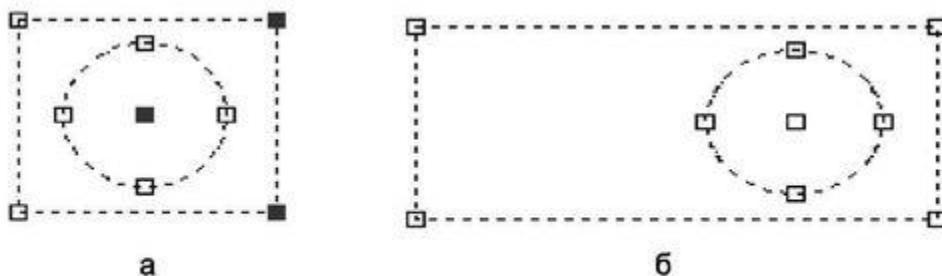

Рис. 8.60. Редактирование нескольких объектов с помощью ручек
3. Затем, удерживая клавишу Shift, нужно указать три ручки (рис. 8.60).
5. После того как базовая точка будет отмечена, можно выбирать для нее новое положение. В данном случае базовая точка была смещена вдоль горизонтальной оси, в результате чего прямоугольник растянулся, а окружность сместилась (рис. 8.60б). Если выбрать ручку окружности на ее контуре, то после выполнения подобного смещения окружность не будет перенесена в новое место, а просто изменит свой радиус, оставаясь в прежнем положении.